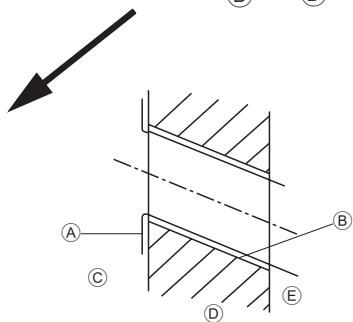

Fig. 3-3
- (B) Unidad interior
- (C) Orificio para tubos en la parte posterior inferior izquierda (ø65 mm, 2-9/16 inch)
- (D) Orificio para tubos en la parte posterior inferior derecha (ø65 mm, 2-9/16 inch)
- (E) Orificio ciego para el orificio posterior izquierdo (70 mm, 2-3/4 inch x 310 mm, 12-13/14 inch)
- (F) Orificio troquelado (orificio de 4-ø9 mm, 23/64 inch)
- (G) Orificio de medición central (orificio de ø2,5 mm, 3/32 inch)
- (H) Orificio roscador (orificio de 77-ø5,1 mm, 13/64 inch)
- (I) Centro del orificio
- (J) Alinear la escala con la línea.
- (K) Introducir la escala.
3.2.2. Hacer el agujero para las tuberías (Fig. 3-3)
- (A) Manguito
- (B) Agujero
- (C) (lado interior)
- (D) Pared
- (E) (lado exterior)